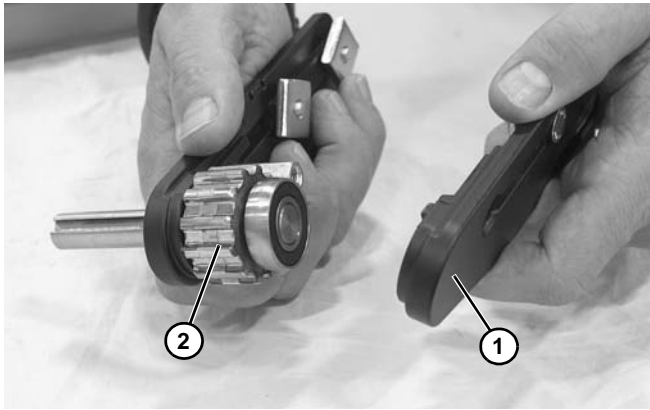

Figura 64
4. Retire la placa del cabezal (Figura 64, artículo 1) y el husillo (Figura 64, artículo 2).